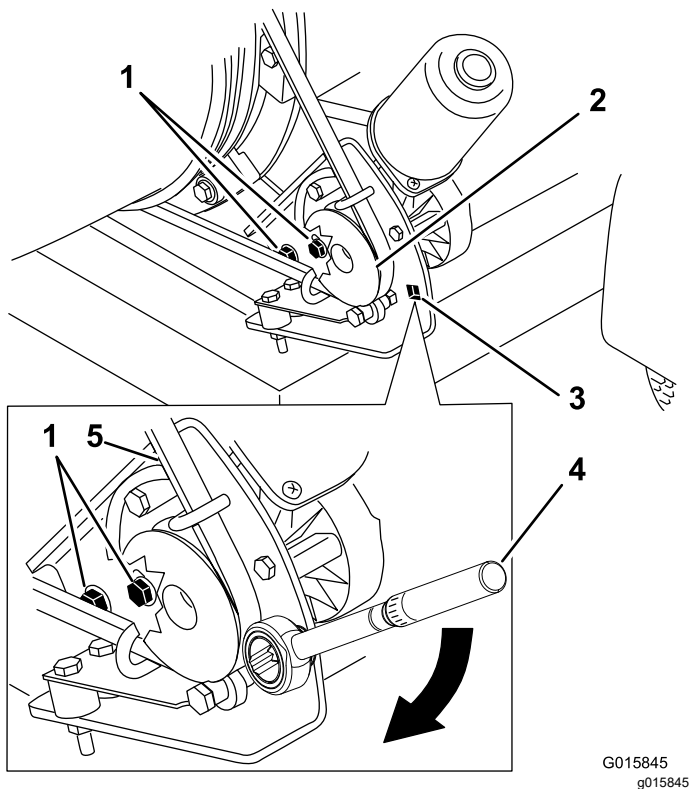

Figura 28
1. Afloje los pernos que sujetan el soporte de montaje de la polea al bastidor del soplador (Figura 28).
2. Coloque una llave dinamométrica en el soporte de montaje de la polea (Figura 28).
3. Gire el soporte de montaje de la polea alejándolo de la tobera hasta que la llave dinamométrica dé una lectura de 22,6–26,0 N·m (200–230 pulgadas-libra) (Figura 28).